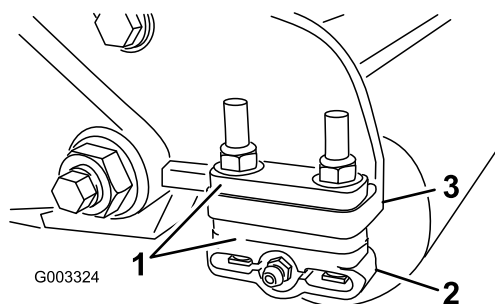

Bild 19
19), um die Halterungen der Heckrolle (Bild 19) auf die gewünschte Schnitthöhe einzustellen, siehe Schnitthöhentabelle.